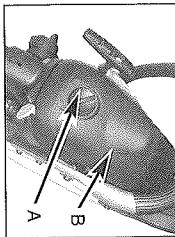

Fig. 18A
2. Retirez le bouchon (A) maintenant le couvercle du filtre à air, retirez le couvercle supérieur (B) en relâchant les vis relâchant le couvercle. Le couvercle se soulèvera. (Fig. 18A)